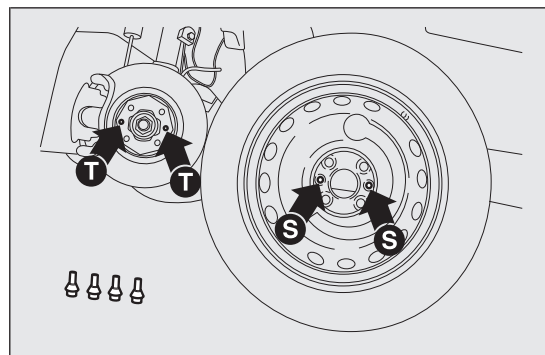

fig. 128
- ❑ monter la roue compacte en faisant coïncider les trous S fig. 128 avec les axes centrage T ;
- ☐ monter la roue normale en faisant coïncider les trous S fig. 128 avec les axes de centrage T ;